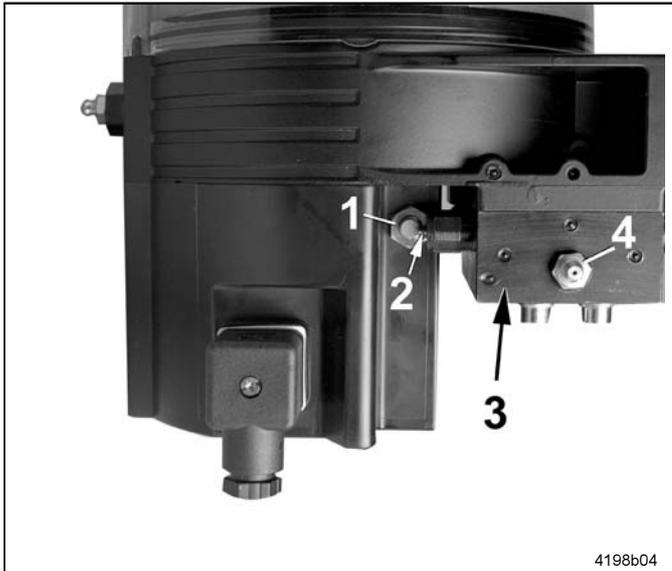

Abb. 6-1 QLS 401 mit hinten montiertem SSV Verteiler
- SSV Verteiler hinten montiert (siehe Abb. 6-1)
- Nachdem alle Schmierstellen Schmierstoff erhalten haben, ist ein kompletter Arbeitszyklus beendet, d. h. der Kontrollstift 2 (Abb. 6-1) wurde vor- und zurückbewegt. Danach schaltet ein Näherungsschalter 1 (Abb. 6-1) den Motor ab.